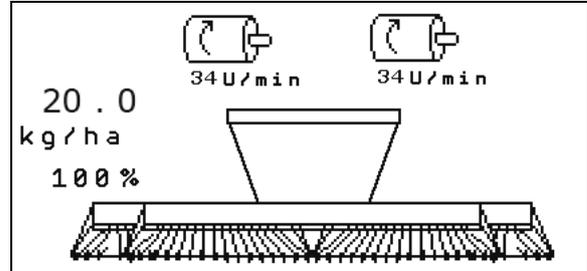

Fig. 53
- La dosificación previa proporciona semillas a las reja para un tiempo de funcionamiento predeterminado (Fig. 53).